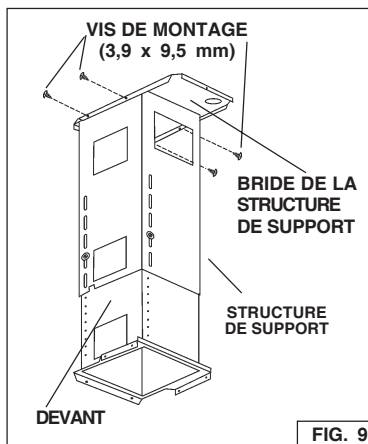

FIG. 9
Bien serrer avec les (4) vis de montage de 3,9 mm x 9,5 mm. Fig. 9.